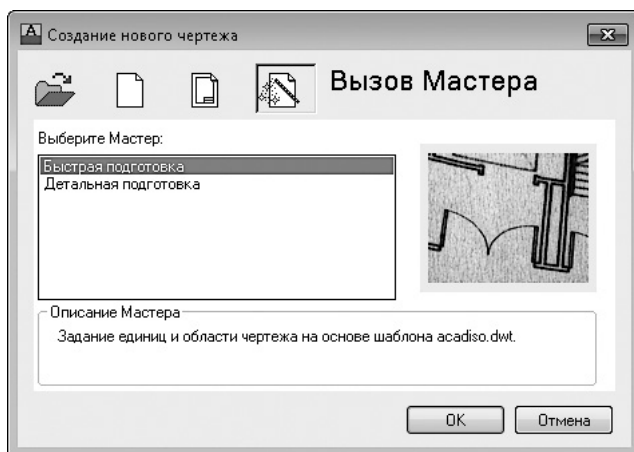

Рис. 1.30. Диалоговое окно Создание нового чертежа
3. Щелкните на кнопке **Создать** на панели быстрого доступа или выполните команду меню **Файл** ▶ **Создать**. На экране появится диалоговое окно **Создание нового чертежа** (рис. 1.30).
- Вторая кнопка — **Простейший шаблон** (нажата на рис. 1.30). С ее помощью создается чертеж, не отличающийся от чертежа, который создан первым способом (без использования окна начала работы) без выбора шаблона.